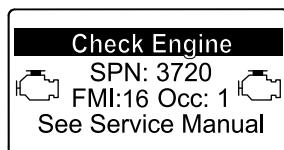

Bild 51
- Motorwarnung SPN 3720, FMI 16 (Bild 51)